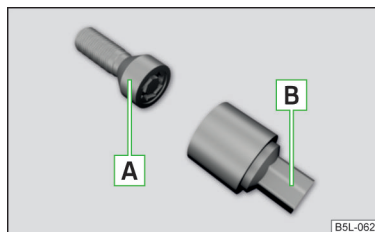

Fig. 219
Les boulons de roues antivol protègent vos roues contre le vol. Ils ne peuvent être serrés ou desserrés qu'à l'aide de l'adaptateur B » fig. 219 .
- Enfoncez l'adaptateur B » fig. 219 du côté denté jusqu'à la butée dans la denture intérieure de la tête du boulon de roue antivol A .